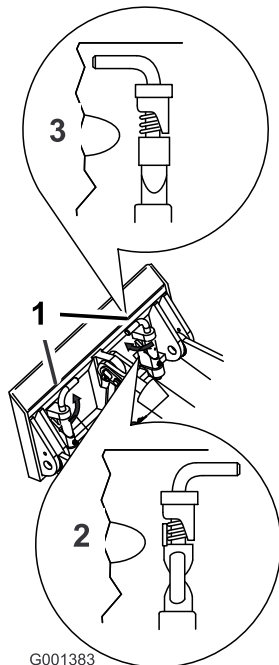

Figure 6
7. Engagez complètement les goupilles à fixation rapide dans la plaque de montage (Figure 6).